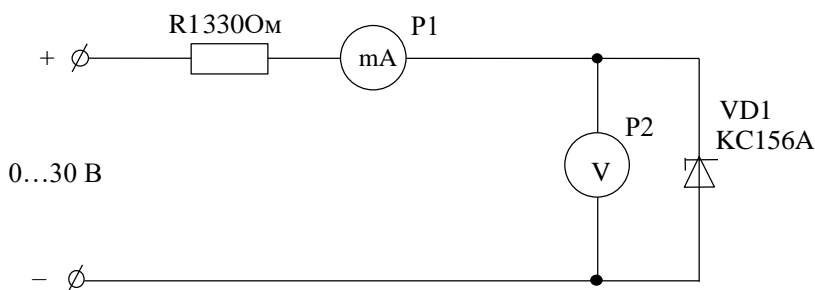

Рис. 2. Электрическая схема для снятия ВАХ стабилитрона (обратная ветвь)
2. Собрать схему, показанную на рис.2 и снять обратную ветвь ВАХ стабилитрона: $I_{обр.}=f(U_{обр.})$.